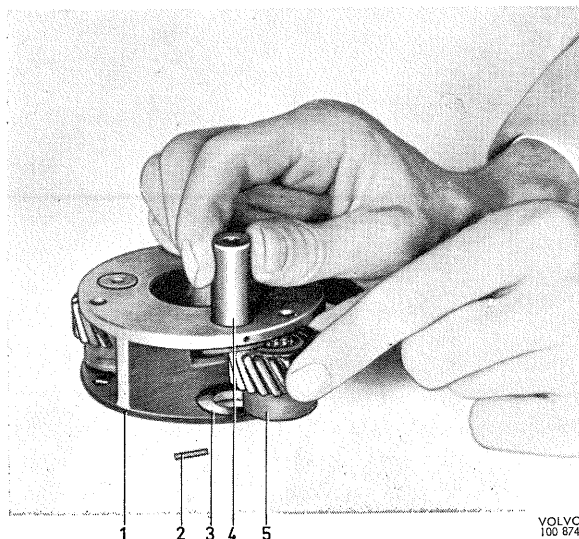
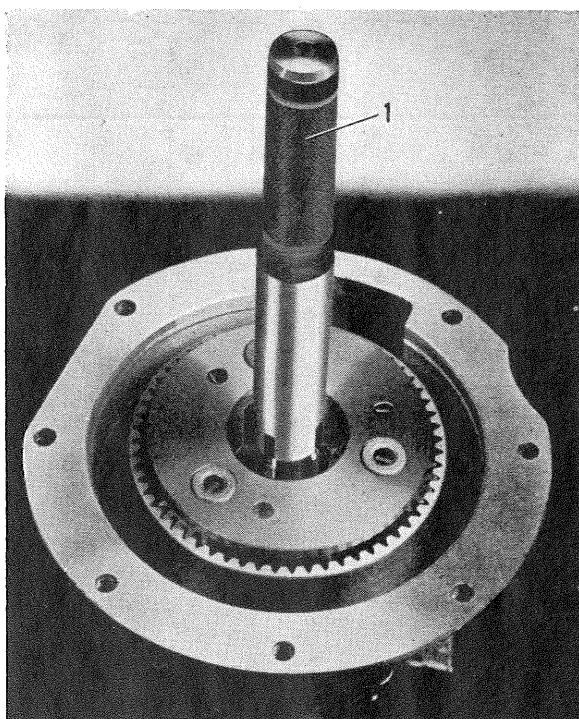
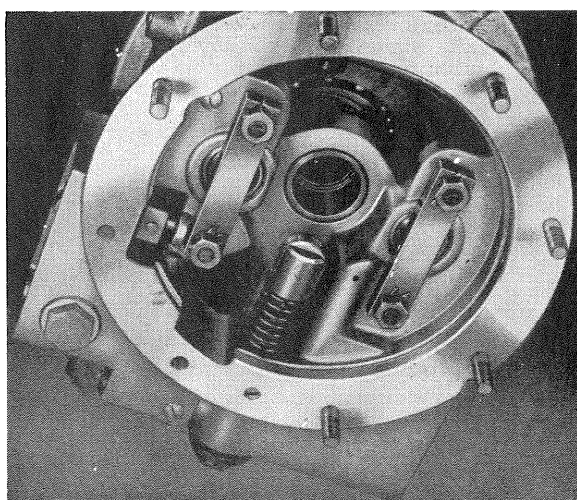

Bild 25. Montering av planethjul, I
Bild 26. Montering av planethjul, II
Bild 27. Hopsättning av främre hushalva
5. Pressa nållagren (39) i planethjulen (38) med dorn SVO 2417. Lagren skall ligga något under hjulens sidoytor. Montera samman planethjulshållare, axlar, brickor och planethjul, se bild 25. Styr upp splinsen i planethjulshållare och frihjulsnav med dorn SVO 2420, se bild 26.
6. Montera solhjulet (46) i kopplingslamellen (43). Sätt ihop skruvar, trycklager och trycklagerhållare. Montera trycklagret på kopplingslamellen.
7. Montera kolvarna (14) i främre hushalvan. Montera samman kopplingslamell, bromstrumma (41), tryckfjädrar (54), främre hushalva och tryckplattor (50, 56) till en enhet, se bild 27. Vid hopsättningen strykes tätningsmedel på bromstrummans båda sidor.